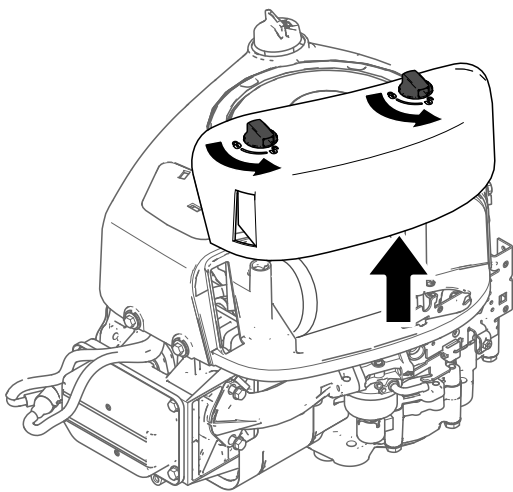

Figure 37
3. Reposez le couvercle et fixez-le avec les verrous (Figure 37).